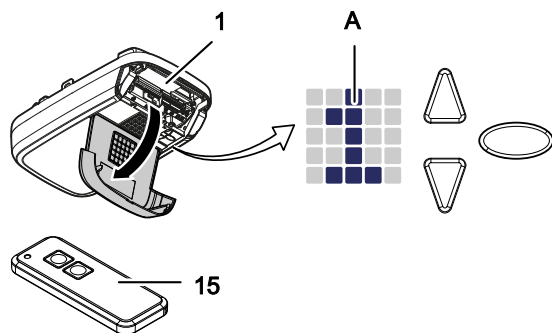

Fig. 4: Elementos de manejo
Monte la consola de conexión (11) en la puerta de garaje (fig. 4).